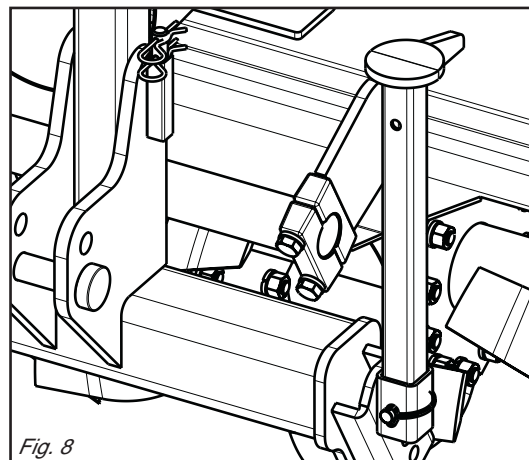

Fig. 8
- 6 - Posizionare il piedino d'appoggio come in Fig. 8.
- 7 - Sbloccare il fermo meccanico come in Fig. 8.
- 6 - Position the support foot as shown in the figure 8.
- 7 - Release the mechanical retainer as shown in Fig. 8.
- 6 - Den Stützfuß wie in Abb. 8 gezeigt anordnen.
- 7 - Den mechanischen Anschlag wie in Abb. 8 freigeben.
- 6 - Positionnez le pied d'appui (Fig. 8).
- 7 - Débloquer l'arrêt mécanique comme indiqué dans la Fig. 8.
- 7 - Desbloquear el retén mecánico como se indica en la Fig. 8.